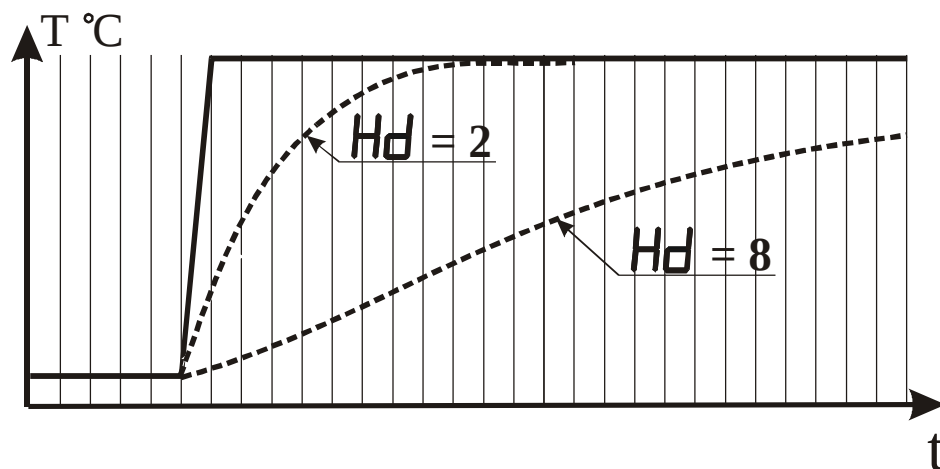

Рисунок 3.13 - Вплив параметра "Час усереднення" на показання приладу при різних значеннях параметра
3.3.3.8 Параметр "Час усереднення" вказують в кількості періодів опитування вхідного датчика ($N_{opr.}$). Цей параметр дозволяє домогтися більш плавної зміни показань приладу. Для цього проводиться обчислення середнього арифметичного з останніх ($N_{opr.}$) вимірювань. При значенні параметра, який дорівнює 0 інтегратор вимкнений. Зменшення значення часу усереднення призводить до більш швидкої реакції приладу на стрибкоподібні зміни вимірюваного параметра, але знижує перешкодозахищеність приладу (див. Рисунок 3.13).